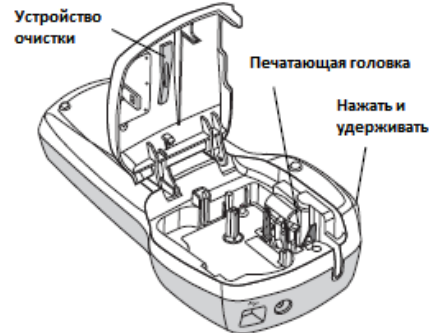

Рис. 7.
2. Нажмите и удерживайте кнопку активации резака, чтобы высвободить лезвие. См. Рис. 7.
3. Аккуратно протрите мягкую сторону устройства, проходящего через печатающую головку. См. Рис. 7.